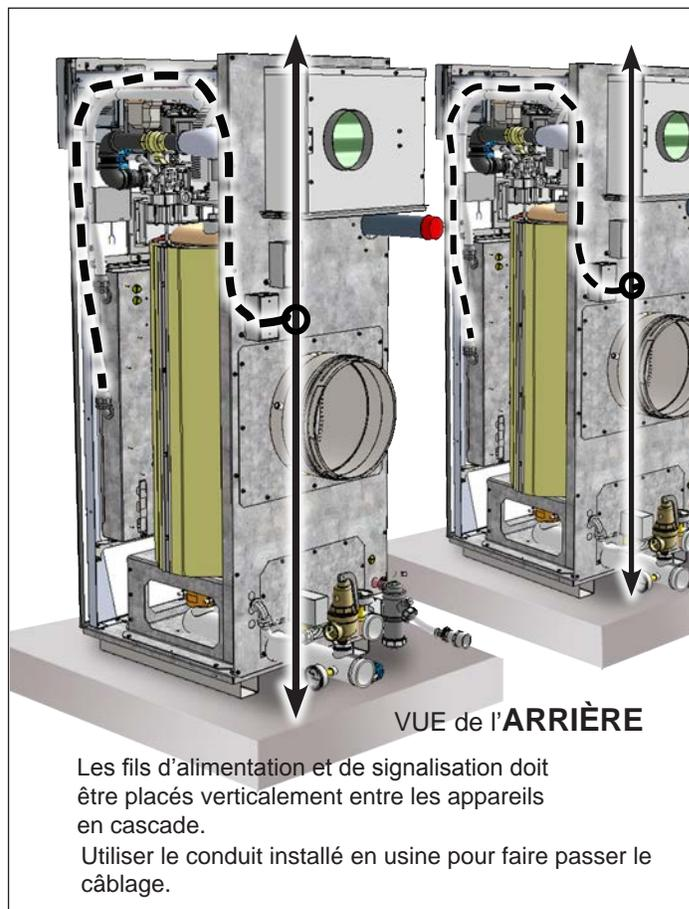

Figure 12. Accès au câblage
Cet appareil est muni d'une boîte de raccordement électrique, placée sur le panneau arrière, permettant le branchement de l'alimentation secteur. Voir Figure 12. Tous les fils d'alimentation entre cette boîte de raccordement et la boîte haute tension secteur, située à l'avant de l'appareil, sont installés en usine. L'appareil est disponible avec plusieurs configurations de tension pour s'adapter aux besoins du client, de 120 à 600 V, avec des versions monophasées ou triphasées. Consulter la plaque signalétique et le Tableau 14 pour connaître les valeurs nominales de tension et de courant appropriées.
**Tous les branchements de l'alimentation doivent passer par le panneau arrière, comme indiqué sur la Figure 12.**
Tous les branchements de l'alimentation doivent passer par le conduit électrique disponible jusqu'à l'arrière de l'appareil. Voir Figure 12.